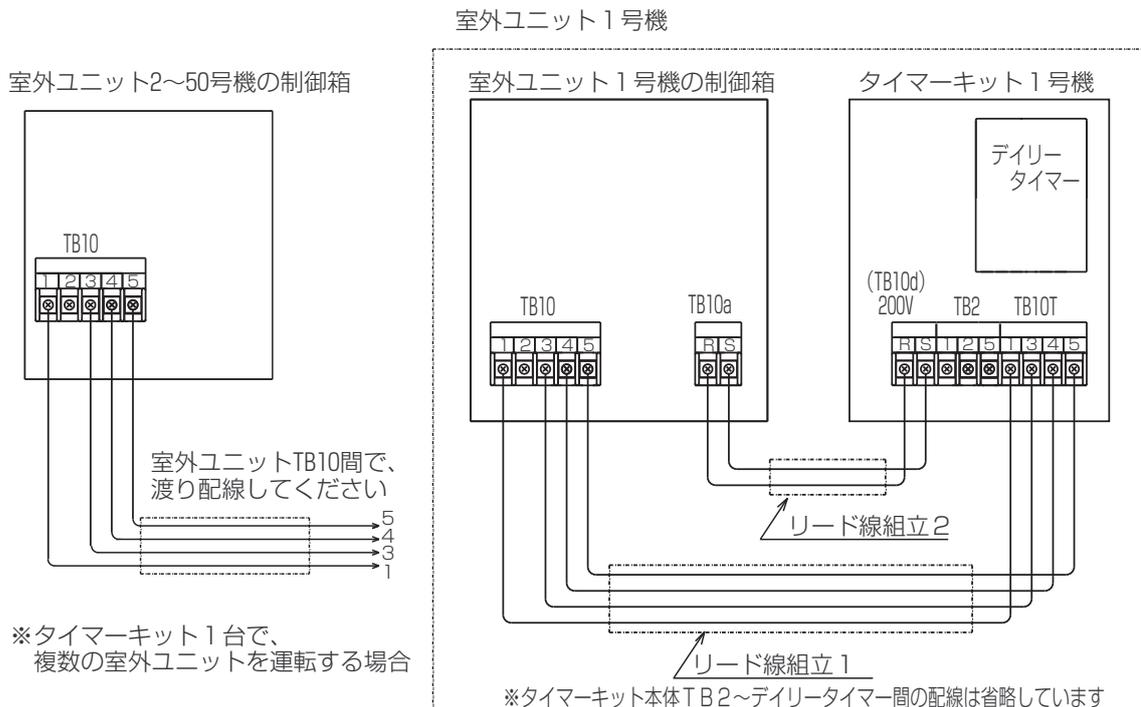

図3 配線接続図
- (1) 室外ユニットの制御箱の下側カバー（取付ネジ 2 本）を取外してください。
- (2) 室外ユニット制御箱内の端子台 TB10 の 1, 3, 4, 5 番端子と、タイマーキット端子台 TB10T の 1, 3, 4, 5 番端子を、付属のリード線組立 1 ⑥を使って図 3 のように結線してください。
- (3) 室外ユニット制御箱内の端子台 TB10a の R, S 端子と、タイマーキット端子台 TB10d（タイマーキット端子台名板には 200V 電源と表示してあります）の R, S 端子を、付属のリード線組立 2 ⑦を使って図 3 のように結線してください。
- (4) タイマーキット本体①の端子台下の左右と、取付板②の右側面にあるケーブルクランプを使って、リード線組立 1 および 2 を固定してください。配線が板金のエッジ部分に触れないように注意してください。
- (5) タイマーキット 1 台で複数台の室外ユニットを運転する場合には、室外ユニット制御箱の端子台 TB10 の 1, 3, 4, 5 端子同士を渡り配線してください。渡り配線には 0.75mm² × 4 芯のキャブタイヤケーブルをご使用ください。
- (6) 室外ユニット制御箱の端子台 TB10 の 2 番端子は、蓄冷／蓄熱運転の手動切替入力端子です。通常は使用しません。